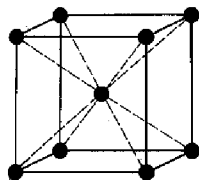

Рис.1.
1. Назвать тип кристаллической решетки металла (см.рис.1).